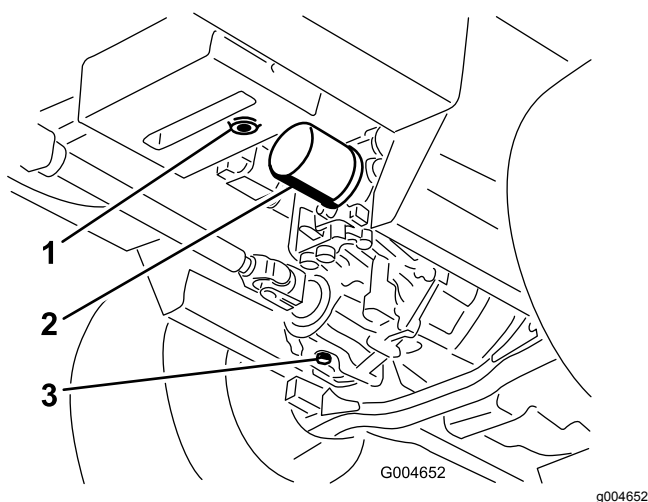

Figure 91
3. Placez un grand bac de vidange sous le réservoir hydraulique et le carter de transmission, et enlevez les bouchons pour vidanger tout le liquide hydraulique (Figure 91).
4. Nettoyez la surface autour du filtre à huile hydraulique et enlevez le filtre (Figure 91).